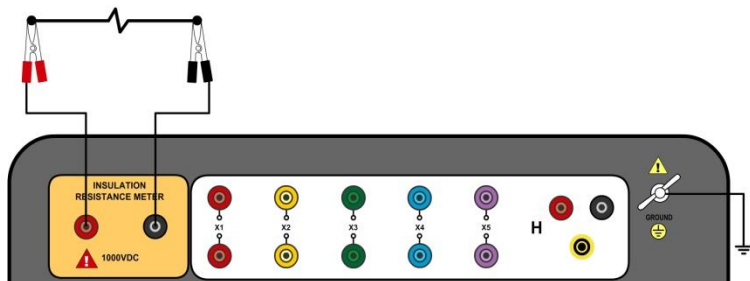

Figura 14 Conexões para modo de medição de resistência de isolamento isolado
- Faça as conexões conforme a Figura 14, 15 ou 16 abaixo:
Para conexões mostradas na Figura 14, o valor da resistência é medido entre os terminais positivo e negativo.